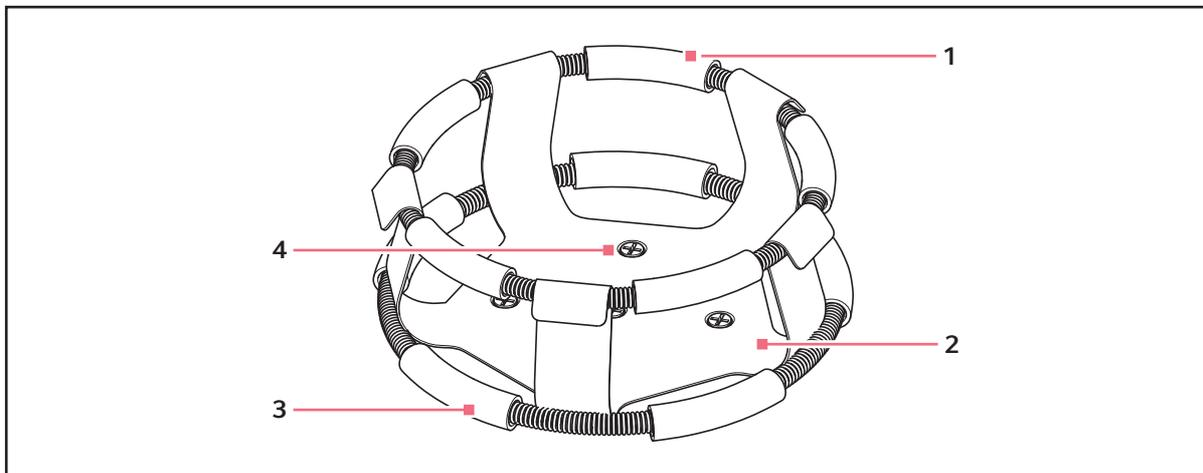

Fig. 8-3: Installation de pince double ceinture
2. La première attache étant en place sur la partie supérieure du corps de la pince (voir Fig. 8-3 à la page 43) à la livraison, insérer un flacon vide dans la pince.